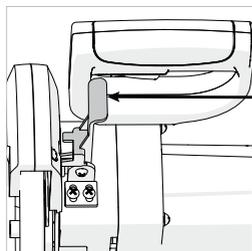

図17
- ・ ブレードの回転速度が安定したら、親指でブレードカバー解除レバーを押してロックを解除し、静かにハンドルを押し下げて切断を開始します。（図17）